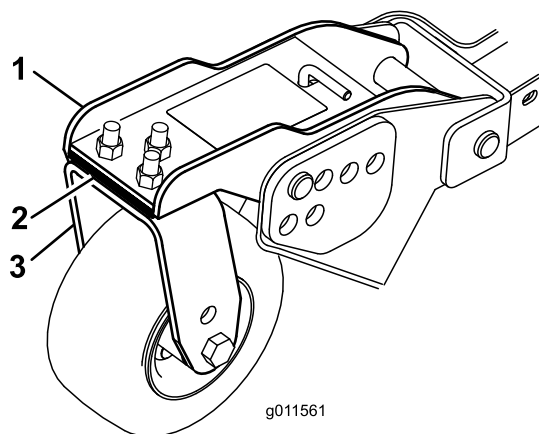

Figura 30
Rode a lâmina de cada eixo até que as suas extremidades se encontrem viradas para a frente e para trás. Meça a distância existente entre o chão e a ponta dianteira da lâmina. Ajuste os calços de 3 mm no(s) braço(s) da roda giratória de forma que coincidam com altura de corte indicada no autocolante (Figura 30). Apenas para o eixo da lâmina exterior, consulte Ajuste da inclinação da plataforma do cortador \(página 76\).
3. Se a extremidade interior da plataforma do cortador lateral estiver demasiado levantada em relação à ponta exterior da plataforma do cortador dianteira, retire os calços de 3 mm do fundo do braço da roda giratória dianteira interior na plataforma do cortador lateral (Figura 30).